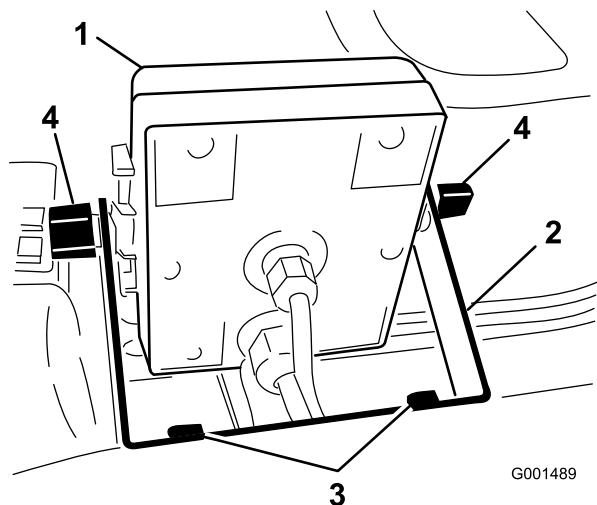
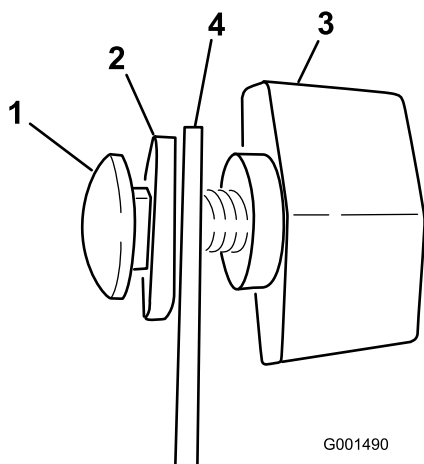

Figura 5
Figura 6
2. Instale o suporte do monitor no painel (Figura 5) com os 2 parafusos de cabeça flangeada (1/4 x 3/4 pol.) e 2 porcas flangeadas (1/4 pol.).
3. Coloque no suporte, sem apertar, os 2 parafusos de carroçaria, as anilhas de borracha, e os manipululos como mostram as ilustrações da Figura 5 e Figura 6.
6. Instale o monitor Spray Pro por cima das cabeças dos parafusos da carroçaria (Figura 5) e aperte os manipululos para fixá-lo.